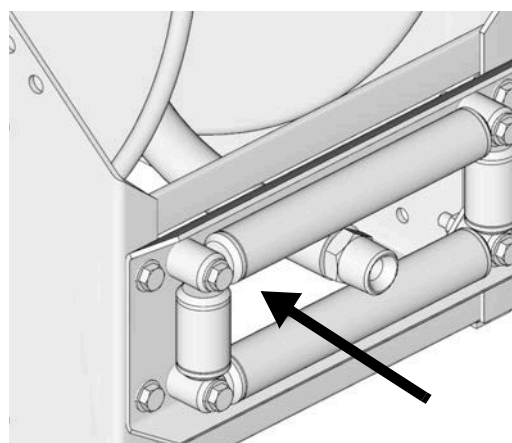

FIG. 19
5. Pase el extremo suelto de la manguera suelto por los rodillos y enrolle y fije la manguera manualmente en el carrete (FIG. 19).